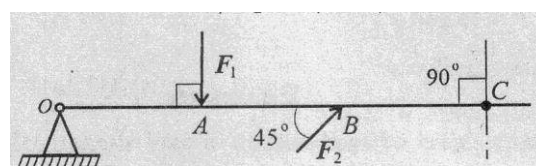

Рис.14
3. Какую силу необходимо приложить в точке C, чтобы алгебраическая сумма моментов относительно точки O была равна нулю? (рис.14)  $OA=AB=BC=5\text{ м}$ ;  $F_1=7,8\text{ кН}$ ;  $F_2=3\text{ кН}$